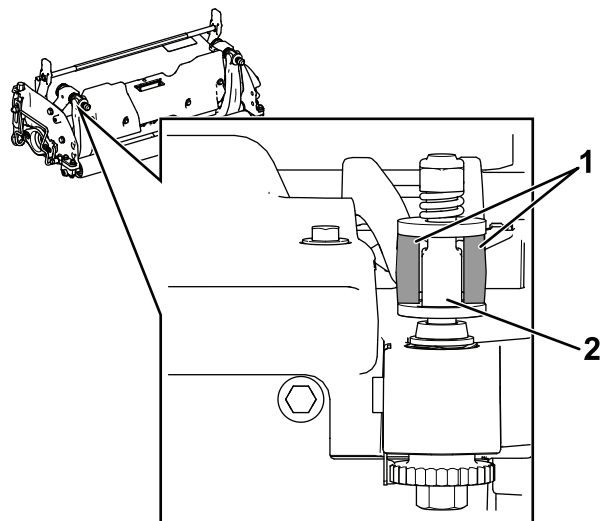

Figura 20
**Importante:** Centre los mecanismos de ajuste DPA en las pestañas de la barra de asiento, como se muestra en la Figura 20.